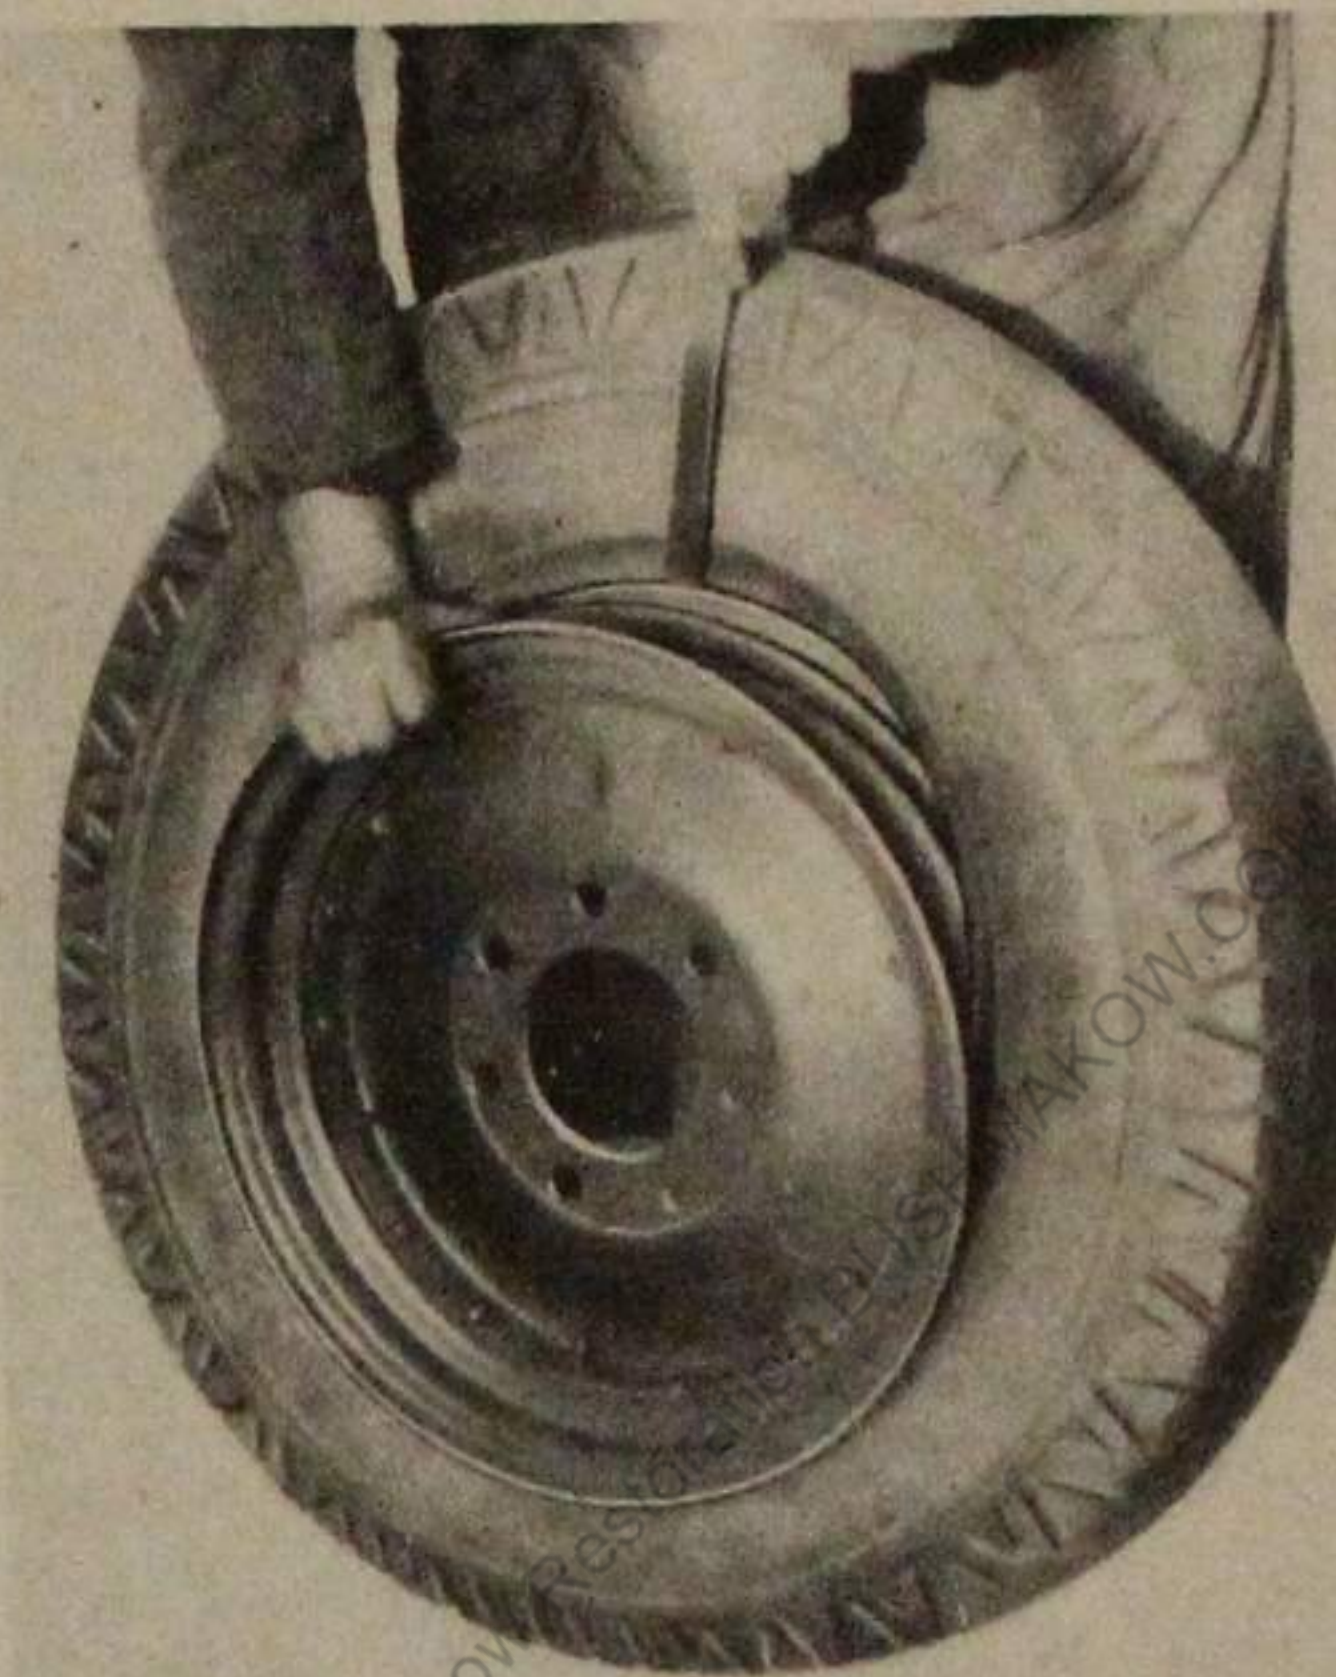

Bild 23
6. Den zweiten Wulst an einer beliebigen Stelle in das Tiefbett drücken, diesen Teil mit dem Fuß (Bild 23) niederdrücken.